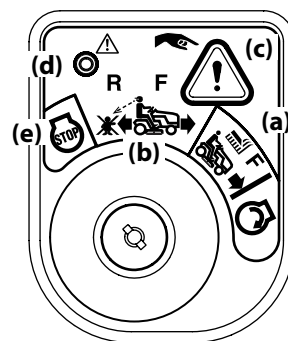

Figura 3-3
- Gire la llave de la posición CORTE NORMAL (a) a la posición MODO DE PRECAUCIÓN EN MARCHA ATRÁS (b) del módulo de encendido. Vea la Figura 3-3.
- Oprima el BOTÓN DE MARCHA ATRÁS (c) en el ángulo superior derecho del módulo de encendido. La luz indicadora roja (d) que está en el ángulo superior izquierdo del módulo de encendido se mantendrá ENCENDIDA mientras esté activada. Vea la Figura 3-3.